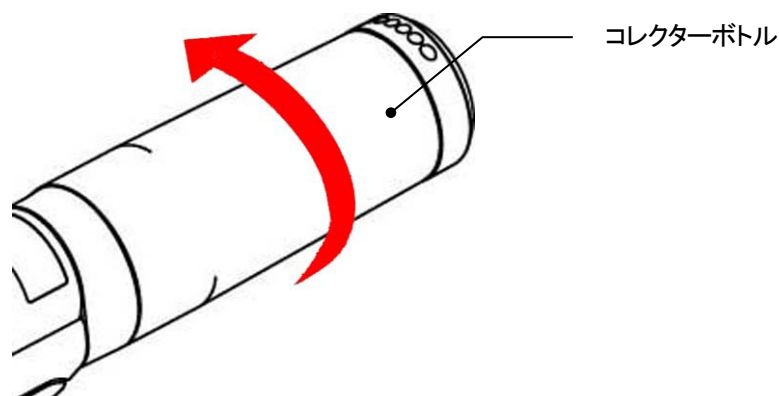
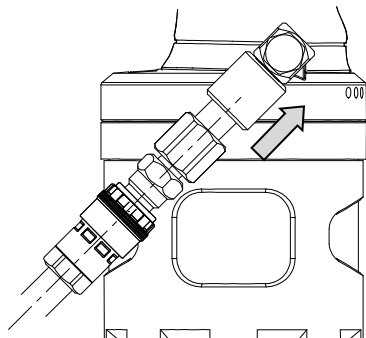

図 4-2
図 4-3
- 3) コレクターボトルが確実に装着されているか確認してください。確実に装着されていない場合は コレクターボトルを右に回し、確実に装着してください。(図 4-2) この時の ON-OFF バルブは ON の状態。(P.10 図 4-3 参照) コレクターボトルが確実に装着されていない場合、マンドレル回収エアが開始されません。
- ① 圧縮空気を供給する。(ON-OFF バルブを開く)(図 4-3)
(P.9 図 4-2 参照)